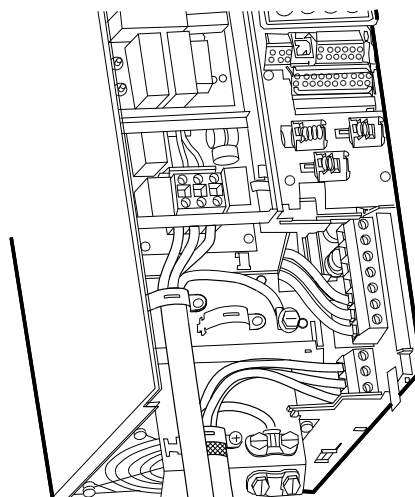

Рис. 16 Подключение питания и двигателя, В3
1. Подключите заземляющий провод к клемме 95 (PE). См. рис. 16 и 17.
1. Подключите заземляющий провод к клемме 99 (PE). См. рис. 16 и 17.
2. Подключите провода двигателя к клеммам 96 (U), 97 (V), 98 (W).